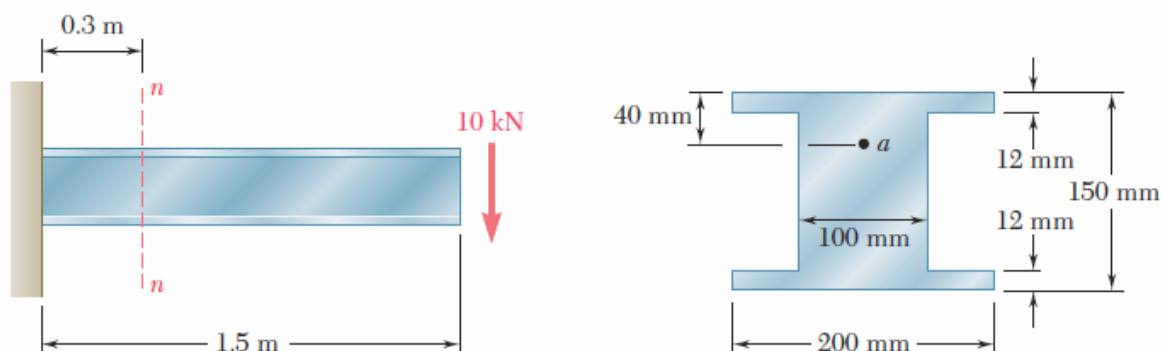

Figura 4.9
4.2.6 A viga simplesmente encastada da Figura 4.9 está sujeita a uma carga de 10 kN. Determine a tensão normal e a tensão de corte do ponto a da secção n-n.